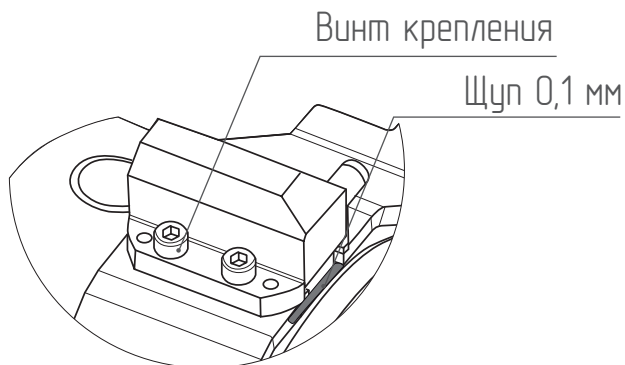

Рис. 9
- Между фланцем и вилкой включения установите щуп 0,1 мм, по всей плоскости прилегания вилки (Рис. 9).